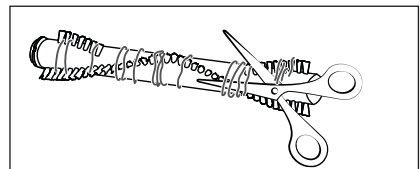

Fig. 26
- 4) Corte los hilos y pelos enganchados a lo largo de las cerdas del rodillo de cepillos 20 con unas tijeras (consulte la fig. 26). Retire los hilos y pelos del rodillo de cepillos 20.